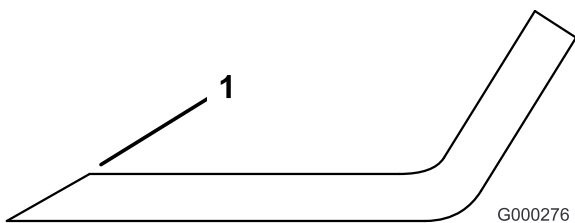

Figure 58
1. Au moyen d'une lime, aiguiser les tranchants aux deux extrémités de la lame (Figure 58).